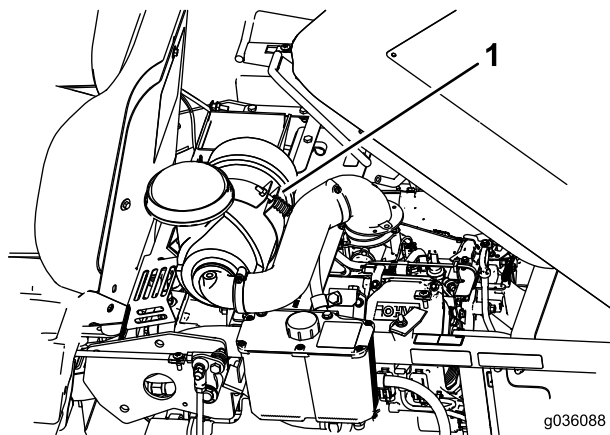

Figure 36
3. Pour accéder au verrou inférieur, retirez le boulon, ouvrez le collier et soulevez le filtre à air (Figure 36).
5. Placez le filtre à air dans le collier et fixez-le à l'aide du boulon retiré précédemment (Figure 36).